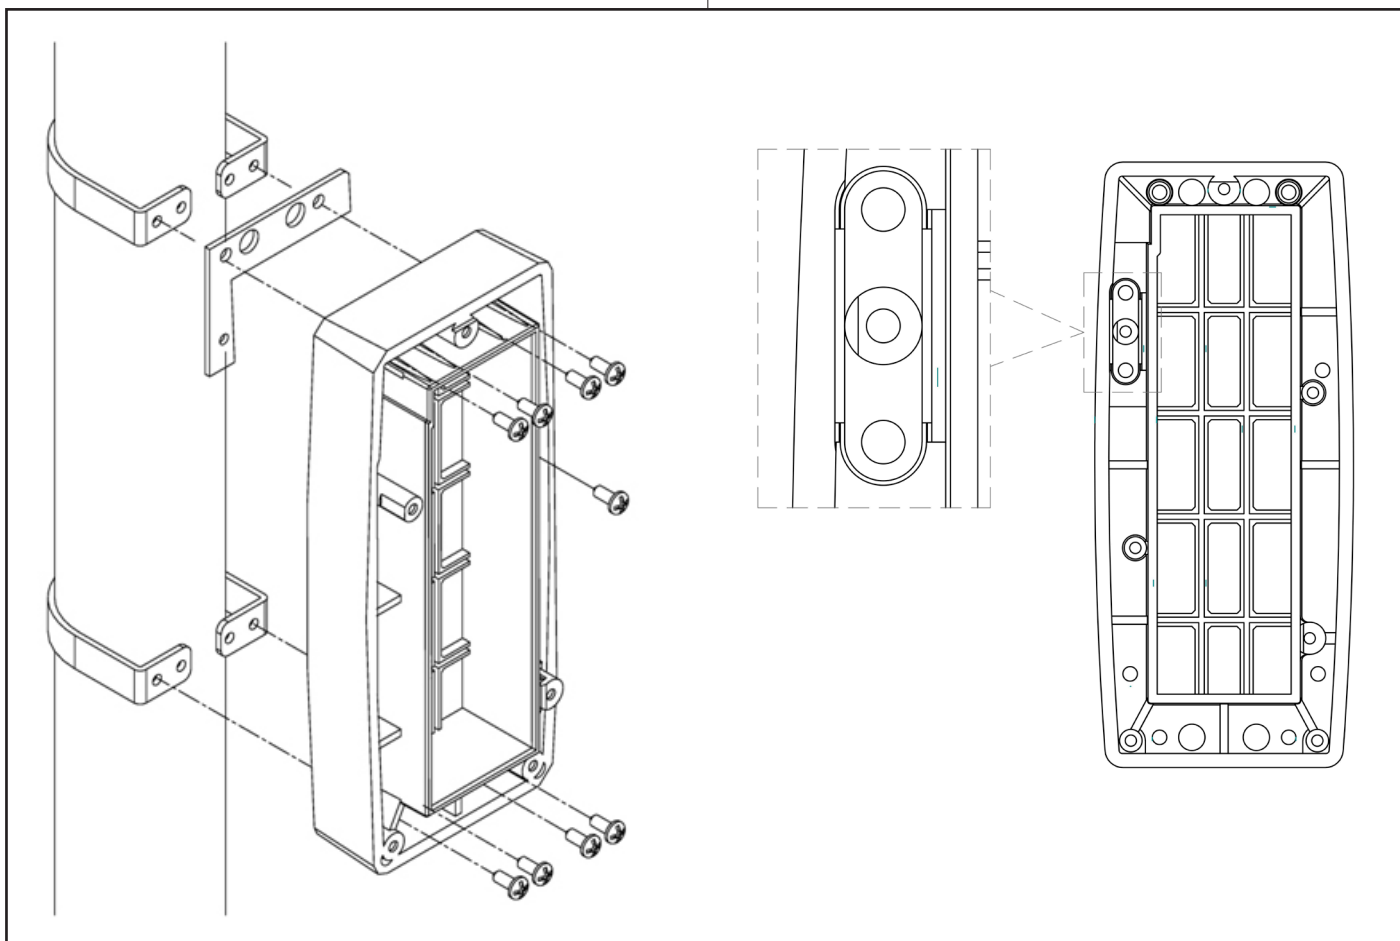

Fig. 6
- usare il foro superiore per fissare il contenitore alla staffa ad "L" (fig. 6).
- use the upper hole to fix the case to the "L" shaped bracket (fig. 6).